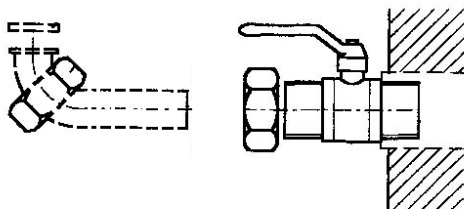

Fig. 2-5
- kit robinets gaz (voir Fig. 2-5).